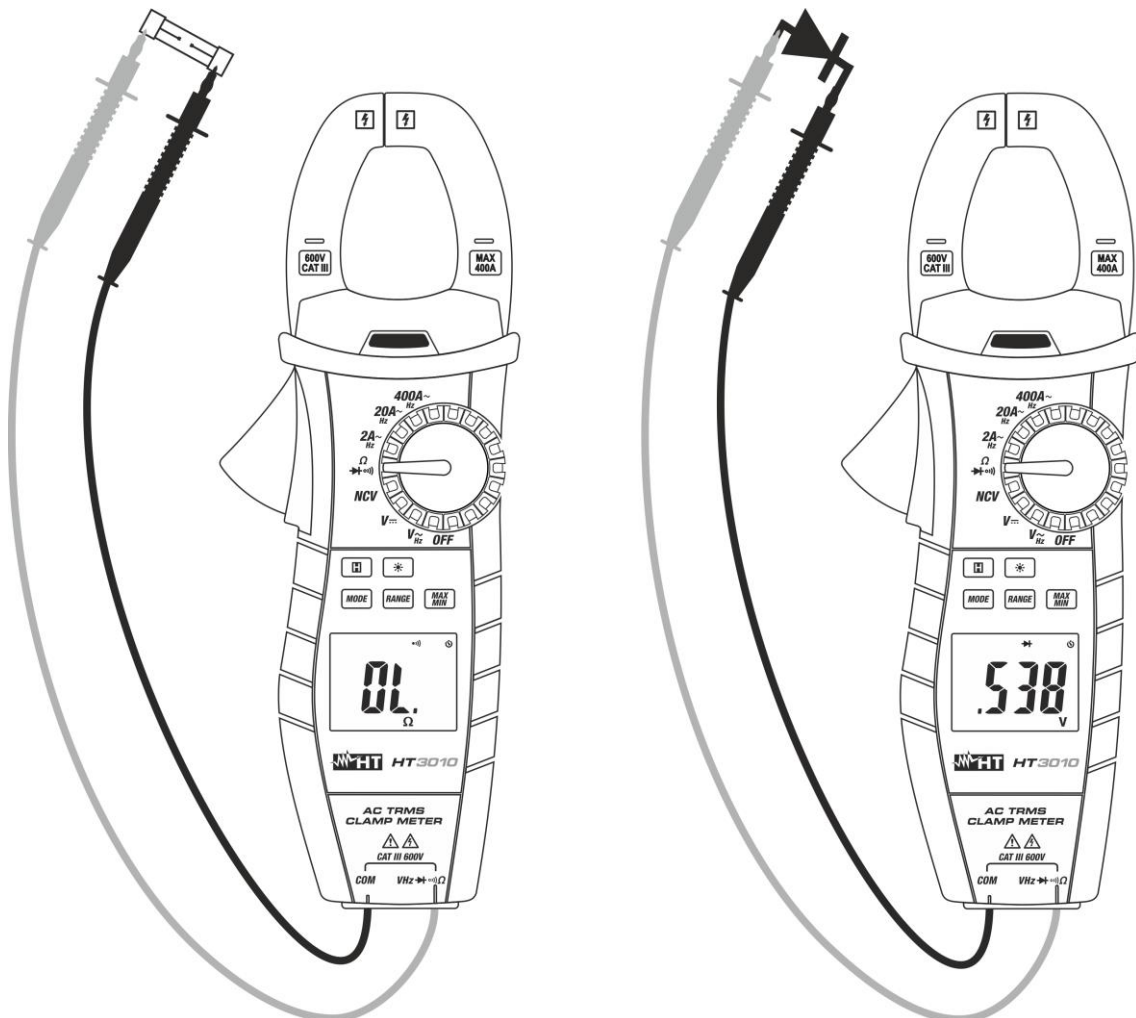

Fig. 7: Utilização da pinça em Testes de Continuidade e Testes de Díodos
3. Inserir o cabo vermelho no terminal de entrada **VΩHz** $\rightarrow \text{diode symbol}$ e o cabo preto no terminal de entrada **COM** e efetuar o teste de continuidade sobre o objeto em teste (ver Fig. 7 – parte esquerda). O indicador sonoro emite um sinal acústico quando o valor da resistência medida é inferior a cerca de 30Ω .
5. Conectar a ponteira vermelha ao ânodo do díodo e a ponteira preta ao cátodo no caso de medição de polarização direta (ver Fig. 7 – parte direita). Inverter a posição das ponteiras no caso de medição de polarização inversa.